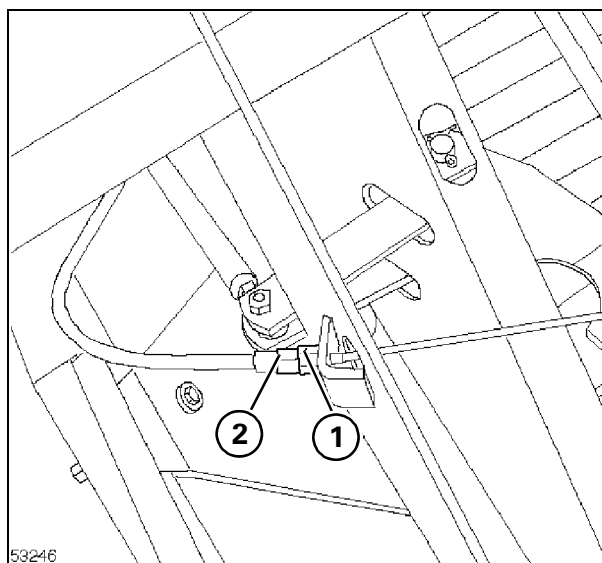

Рис. 38
27. - Стояночный тормоз Рис. 38